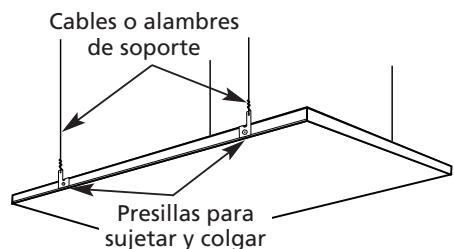
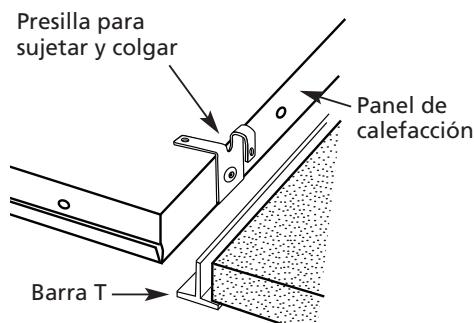

Figura 2
Figura 3
▲ ATENCIÓN *Para evitar la posibilidad de ser lesionado por paneles que se caen, las barras T deben sujetarse firmemente en la estructura del edificio y deben ser capaces de soportar el peso del panel (13.6 kg [30 lbs.]). Se han suministrado agujeros adicionales para suspender el panel de calefacción (consulte la Figura 2) con cables o alambres de acero de calibre No. 18 (0.119 cm de diámetro / 0.047 pulg. de diámetro) como mínimo. Estos cables o alambres de soporte adicional deben utilizarse donde la resistencia de las barras T es inadecuada o donde se espera que haya vibración.*
4. Los paneles de calefacción se suministran con cuatro presillas incorporadas para sujetar y colgar que están situadas en cada lado largo del panel de calefacción. Las presillas pueden utilizarse para colgar el calentador con cables o alambres de soporte (consulte la Figura 2), o bien dobladas para funcionar como ganchos para colgar el calentador en el bastidor de barras T (consulte la Figura 3). Levante cuidadosamente el panel de calefacción hasta su posición de instalación, asegurándose que las presillas o ganchos para colgar y sujetar enganchen firmemente sobre las barras T (consulte la Figura 3).